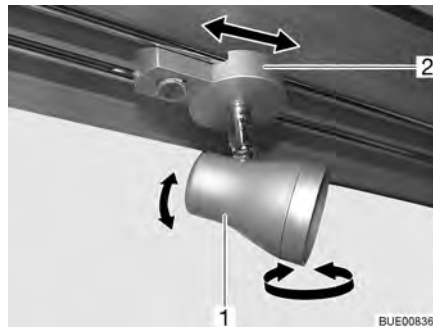

Fig. 50 Foco
**Girar:** ■ Coger la carcasa (Fig. 50,1) y girarla.
**Desplazar:** ■ Coger el soporte (Fig. 50,2).